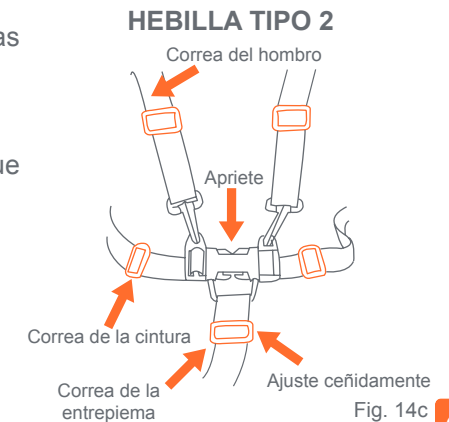

Fig. 14c
• Coloque cuidadosamente al niño en el asiento del carrito y pase el arnés de seguridad por la cintura del niño y por encima de los hombros. Coloque la correa de la entepierna entre las piernas del niño. Introduzca el extremo macho del cinturón de cada hombro o de la cintura en la hebilla de la correa de la entepierna. Ajuste el arnés de modo que esté ceñido alrededor de la cintura del niño y por encima de sus hombros. Por favor, vea la (Fig. 14c).